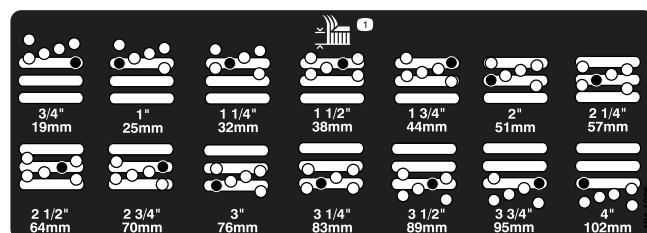

Figure 8
5. Placez la chambre à la hauteur de coupe voulue et mettez l'entretoise dans le trou et la fente correspondant à la hauteur de coupe désignée (Figure 8)